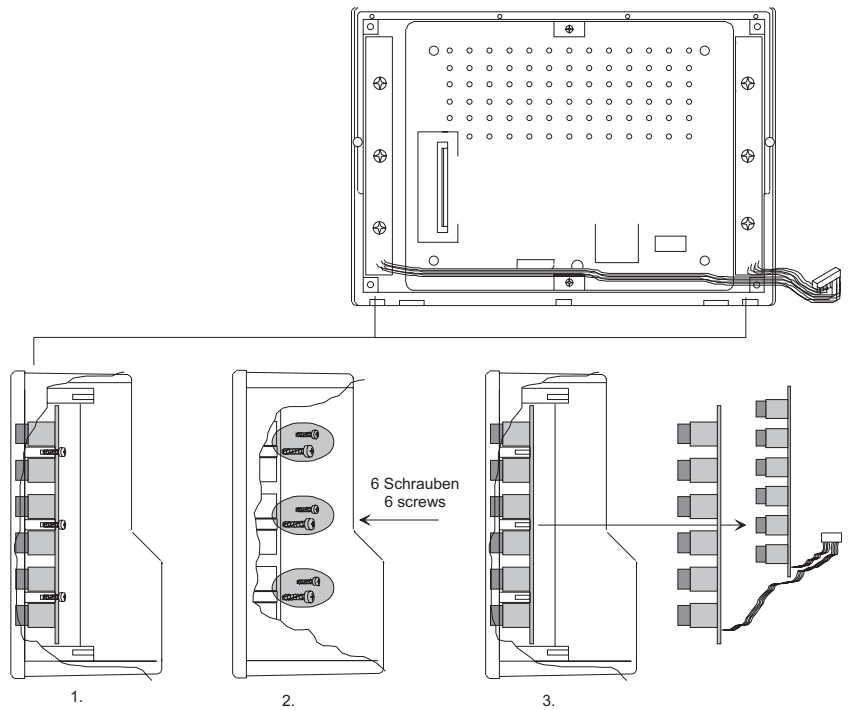

Bild 4-8: Einbau der Tastenprints
12. Setzen sie die beiden Tastenprints in die neue Displayeinheit ein und befestigen sie die Platinen mit sechs Befestigungsschrauben. (Bild 4-8)